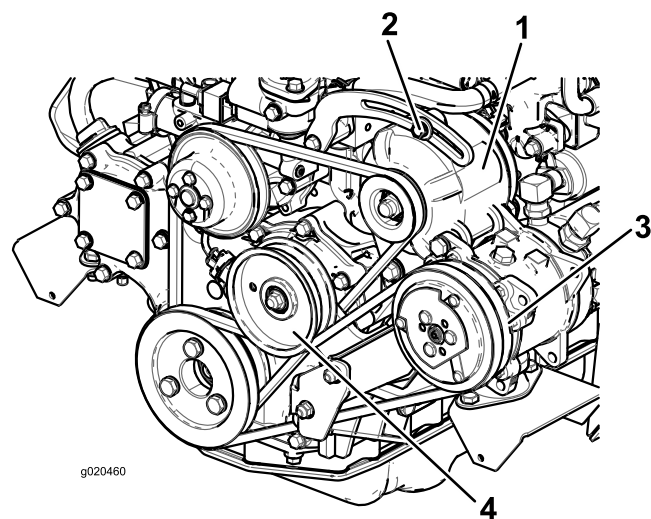

Bild 96
Prüfen Sie den Zustand und die Spannung des Riemens (Bild 96) alle 100 Betriebsstunden.
2. Lockern Sie bei einer Durchbiegung von mehr oder weniger als 10 mm die Befestigungsschrauben der Lichtmaschine (Bild 96). Erhöhen oder reduzieren Sie die Spannung des Lichtmaschinen-Treibriemens und ziehen Sie die Schrauben wieder fest. Prüfen Sie die Riemenspannung noch einmal auf korrekte Einstellung.
2. Lockern Sie bei einer Durchbiegung von mehr oder weniger als 10 mm die Befestigungsschraube der Spannscheibe (Bild 96). Erhöhen oder reduzieren Sie die Spannung der Kompressor-Riemenspannung und ziehen Sie die Schraube fest. Prüfen Sie die Riemenspannung noch einmal auf korrekte Einstellung.